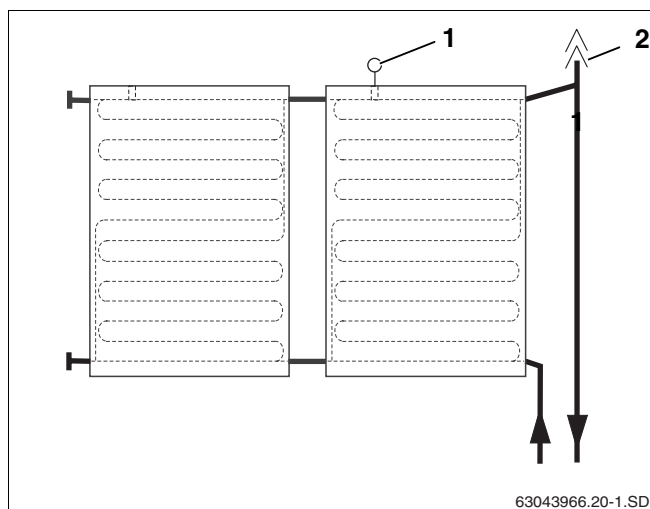

Fig. 58 Sistema di sfiato su circuito di mandata
Se si desidera disaerare l'impianto solare con un disaeratore automatico (accessorio) nel punto più alto dell'impianto, è necessario installare la tubazione di mandata con pendenza a salire verso il disaeratore (fig. 58, **pos. 2**) e la tubazione di ritorno con pendenza a salire verso il campo di collettori (fig. 58).